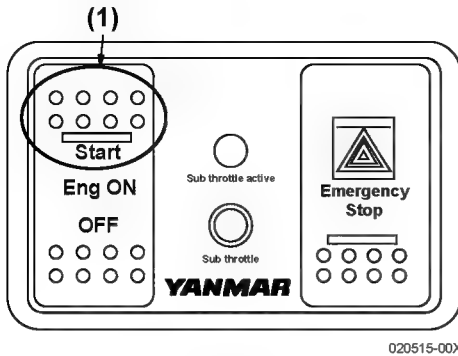

Figure 3
- Appuyez sur l'interrupteur d'allumage (**Figure 3, (1)**) et les changements suivants ont lieu:
Pour démarrer le moteur, appuyez sur Start (moitié supérieure) de l'interrupteur d'allumage (**Figure 3, (1)**).